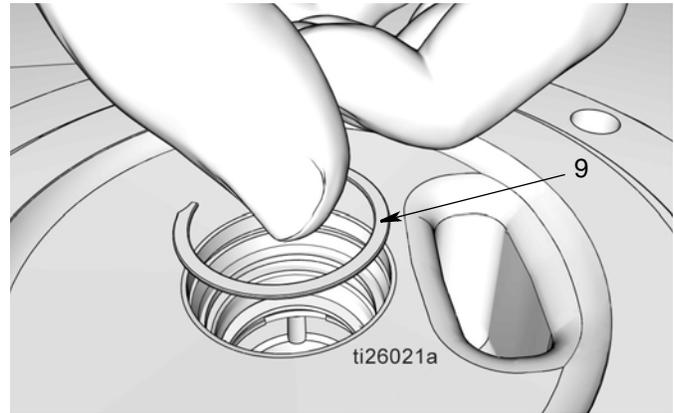

图 37
- j. 安装夹子 (9) (图 37)。当固定夹正确就位到沟槽上时应听到“咔哒”一声。